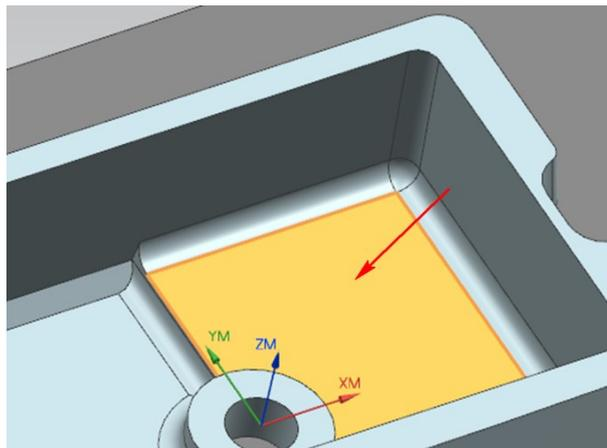

Рис. 2.53. Выбор грани на уступе
- выберите грань на уступе (см. рис. 2.53).